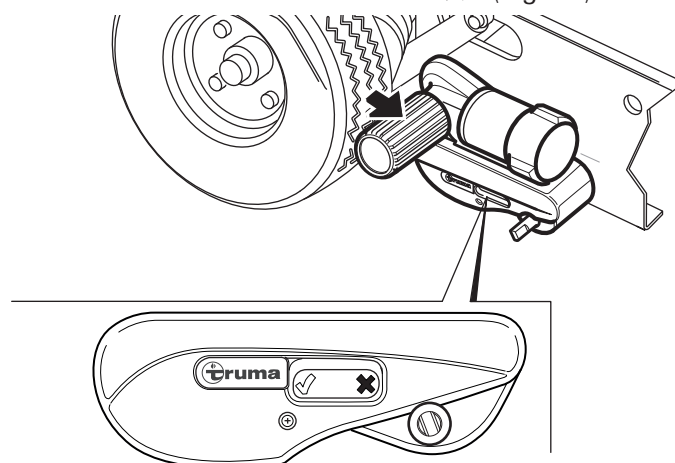

Fig. 31
- ▶ L'operazione di allontanamento è stata completata quando l'indicatore di posizione sull'alloggiamento del sistema di manovra mostra ✘ (Fig. 31).